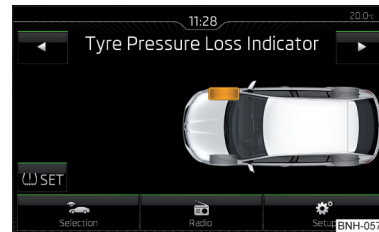

Abb. 135
- Die Funktionstaste  » Abb. 135 betätigen.
Bei aufleuchtender Kontrollleuchte  im Kombi-Instrument der betroffene Reifen angezeigt werden » Abb. 135.